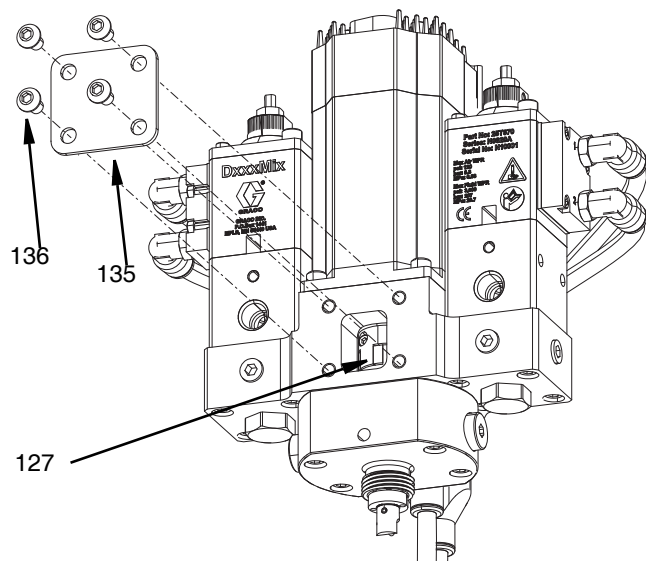
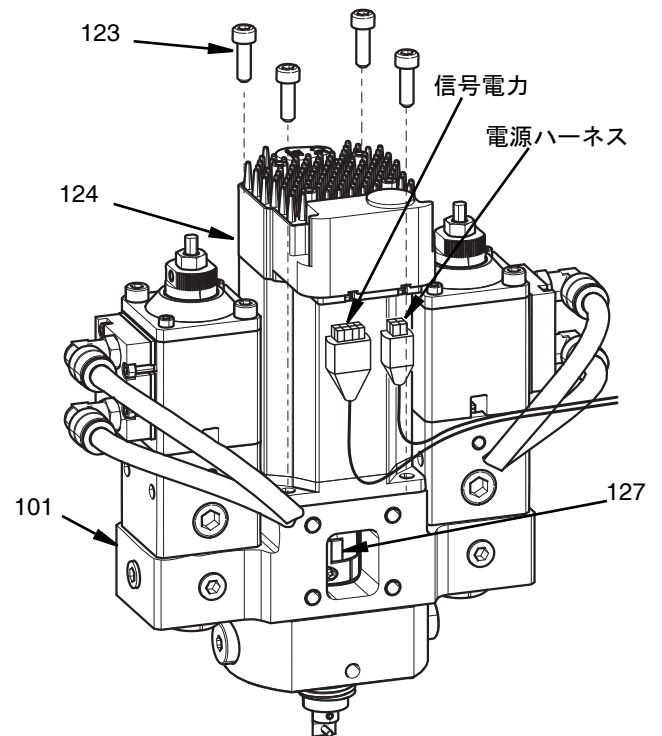

図 31
図 34
2. 4 つの M6 ネジ (136) を 5mm の六角レンチで取り外すことによりカップリングカバー (135) を取り外します。
3. 2.5 mm 六角レンチを使用してロータリーカップリング (127) の低い部分でクランプネジを緩めてください。図 31 を参照してください。
3. カップリングカバーを固定している 4 つの M6 ネジを 5 mm 六角キーで取り外してください。図 31 (40 ページ) を参照してください。
4. 2.5mm 六角キーでカプラー (127) の上部部品で M3 クランプネジを緩めてください。注: ポールエンド六角レンチを使用しないでください。
5. 4 mm 六角レンチを使用して 4 つの M5 ネジ (123) を取り除いてください。
6. モーター (124) を外します。図 34 を参照してください。